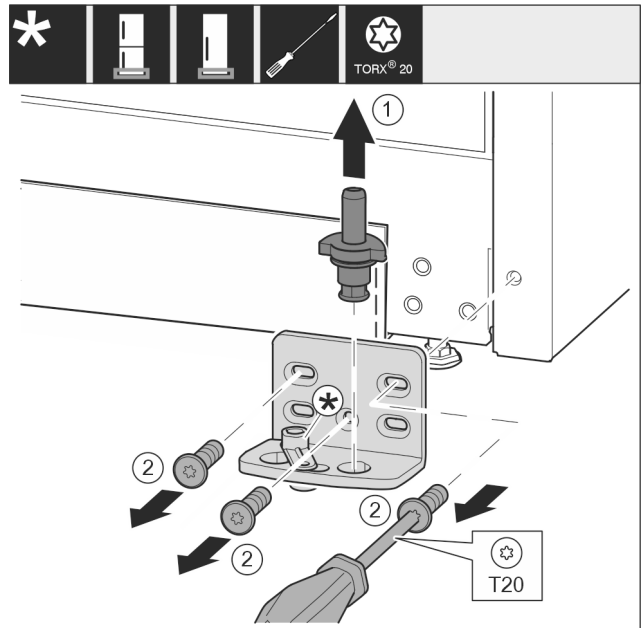

Fig. 14
- ▶ Nxirni jashtë komplet bazamentin mbështetës nga lart. Fig. 14 (1)
- ▶ Nxirni jashtë vidat me një kaçavidë T20 dhe hiqni bazamentin mbështetës. Fig. 14 (2)